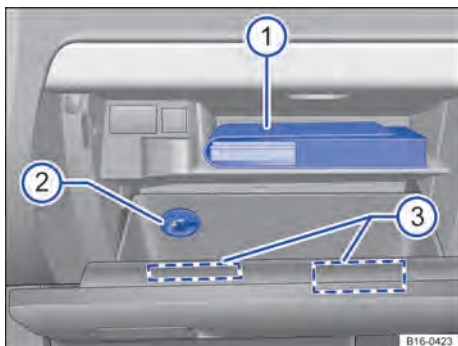

Fig. 122 Porta-luvas aberto.
Legenda para Fig. 122:
A literatura de bordo encontra-se na parte superior do porta-objetos → Fig. 122 ①.